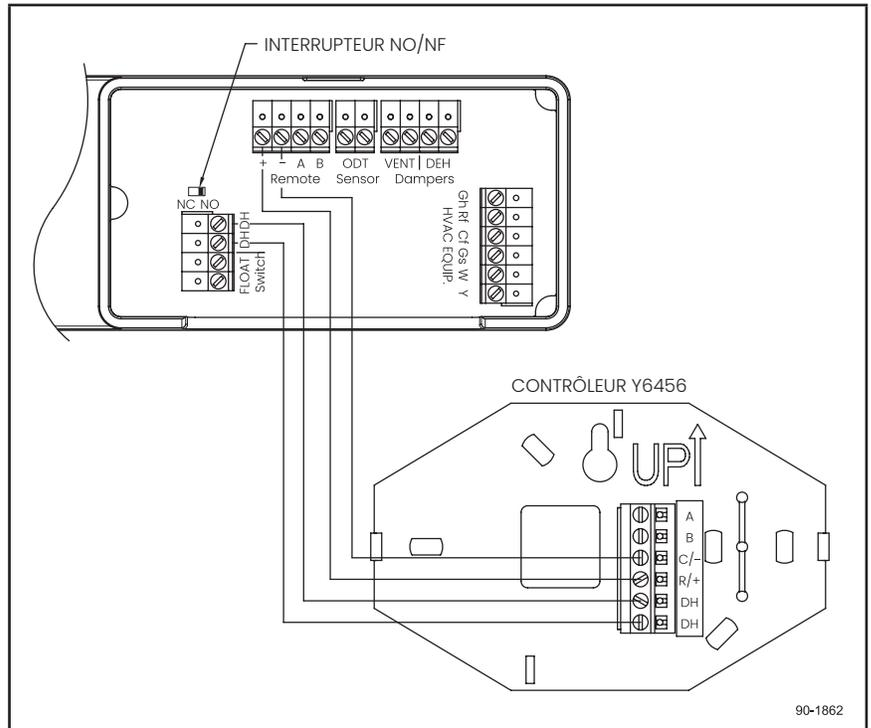

Figure 22. Câblage du contrôleur externe Y6456
Le Y6456 utilise un relai à contact sec normalement ouvert (NO) (c'est-à-dire pas un triac ou un autre semi-conducteur) pour compléter le circuit entre les bornes DH du contrôleur du déshumidificateur. Si vous utilisez d'autres contrôleurs tels qu'un thermostat avec des sorties de déshumidification, assurez-vous que la sortie est de type contact sec et réglez le contacteur NO/NF du contrôleur du déshumidificateur (voir **Figure 22**) pour qu'il corresponde au contrôleur utilisé.